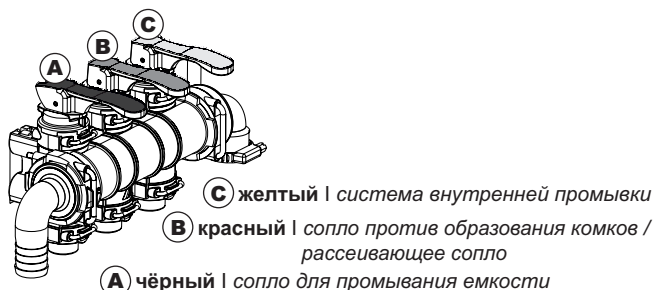

Рис. 5
- ПРИ ЗАКРЫТОЙ КРЫШКЕ, влейте примерно пять литров воды, поднимая желтый рычаг (С, Рис. 5);
- Удерживая емкость в НЕПОДВИЖНОМ ПОЛОЖЕНИИ, приведите в действие сопло, поднимая черный рычаг (А, Рис. 5 + Рис. 6b) и запуская процедуру мойки емкости.
- Снова поднимите **желтый рычаг С** (Рис. 5) чтобы добавить воду для правильного предварительного смешивания.
- Опустите **желтый рычаг С** (Рис. 5).
Поднимите все три рычага (А, В и С, Рис. 5): таким образом заработают все распылители для промывки внутренних стенок.
После этого перекройте поступление воды в смеситель, опуская **все три рычага (А, В и С, Рис. 5).**